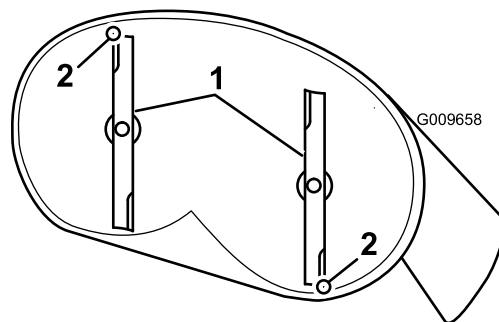

Figure 52
4. Faites pivoter les lames avec précaution pour faire passer les pointes avant à l'arrière (Figure 52).
5. Mesurez la distance entre la pointe de la lame avant et la pointe de la lame arrière par rapport à la surface plane (Figure 52). Si la pointe avant de la lame n'est pas de 1,6 à 7,9 mm (1/16 à 5/16 po) plus basse que la pointe arrière, réglez le contre-écrou avant.
- Une fois le réglage effectué, vérifiez à nouveau l'inclinaison avant/arrière des lames. Poursuivez le réglage de l'écrou jusqu'à ce que la pointe avant de lame soit de 1,6 à 7,9 mm (1/16 à 5/16 po) plus bas que la pointe arrière (Figure 52).